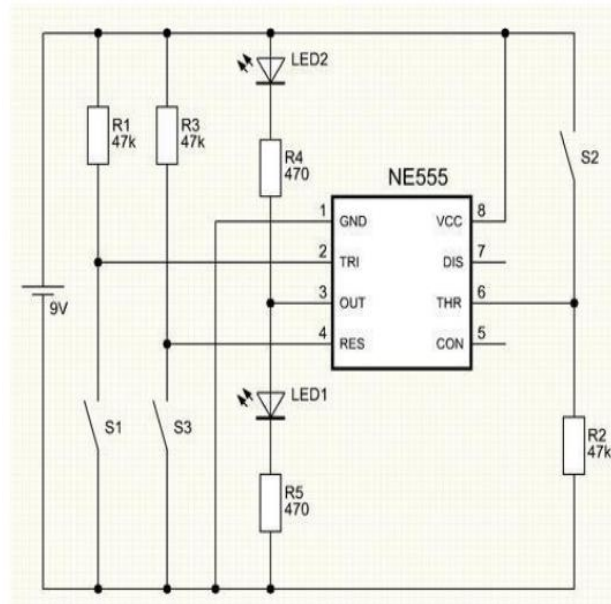

Abbildung 3 Schaltung der Aufgabenstellung 1
- Aufbau der Schaltung in Abbildung 3